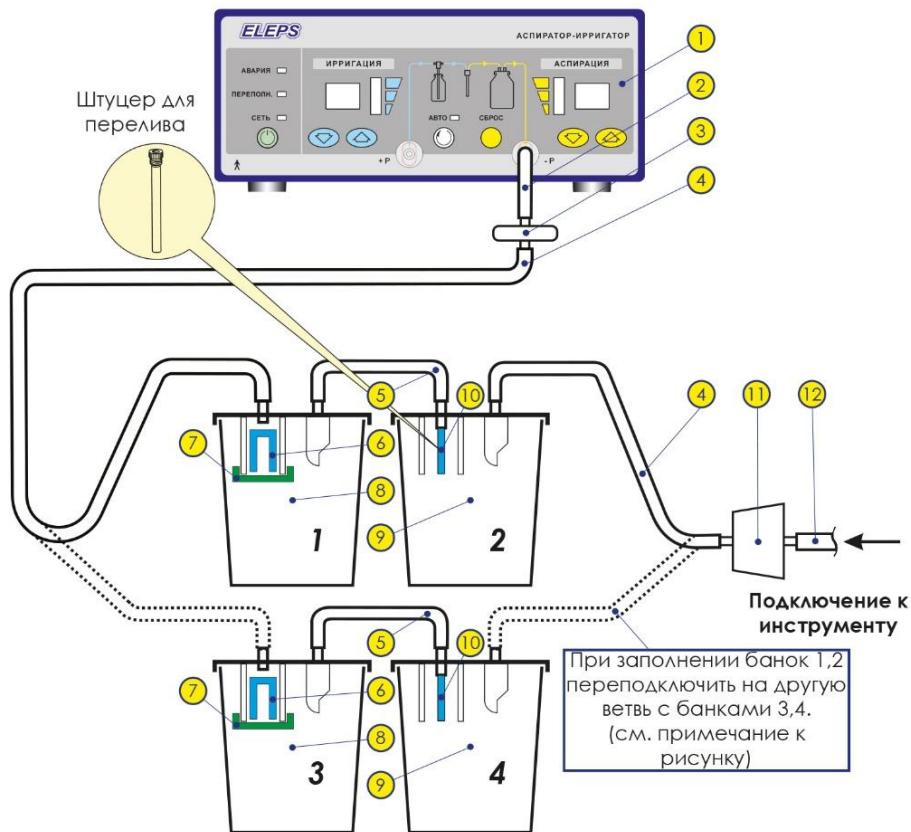

Рисунок 3. Схема подключения аспиратора-ирригатора для аспирации.
- ① Электронный блок управления аспиратора-ирригатора;
- ② Трубка силиконовая медицинская одноканальная прозрачная ТСМ 6/11 ($\text{Ø}_{\text{внутр.}} = 6 \text{ мм}$, $\text{Ø}_{\text{нар.}} = 11 \text{ мм}$), $L=0,2 \text{ м}$ – 1 шт;
- ③ Фильтр гидрофобный одноразовый – 1 шт;
- ④ Трубка силиконовая медицинская одноканальная прозрачная ТСМ 6/11 ($\text{Ø}_{\text{внутр.}} = 6 \text{ мм}$, $\text{Ø}_{\text{нар.}} = 11 \text{ мм}$), $L=1 \text{ м}$ – 2 шт;
- ⑤ Трубка силиконовая медицинская одноканальная прозрачная ТСМ 6/11 ($\text{Ø}_{\text{внутр.}} = 6 \text{ мм}$, $\text{Ø}_{\text{нар.}} = 11 \text{ мм}$), $L=0,3 \text{ м}$ – 2 шт;
- 8 Ёмкость для секрета (АК73-29) с установленным клапаном предохранительным (на рис. 3 – 2 шт – 1, 3);
- 9 Ёмкость для секрета (АК73-29) с установленным штуцером для перелива (на рис. 3 – 2 шт – 2, 4);
Напоминаем о необходимости обязательного подключения гидрофобного фильтра ③ (см. рисунок 3, 4, 5), который защищает аппарат от попадания жидкости в аппарат в случае отказа защитных клапанов ёмкостей для секрета.